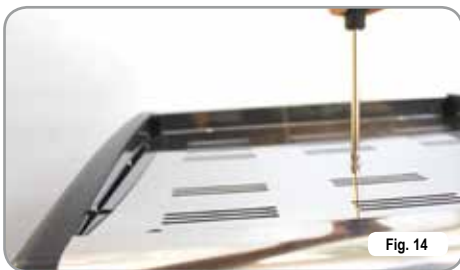

Fig. 14
- svitare la vite centrale del pannello superiore (Fig. 14);